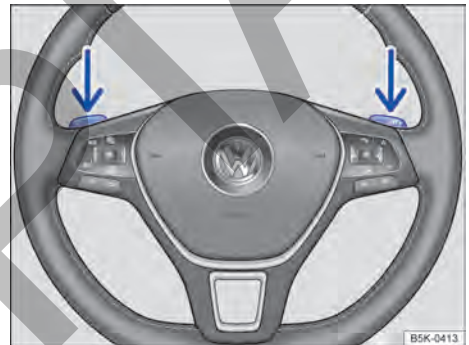

Fig. 96 Volante con selectores basculantes de Tiptronic.
- Presione la leva derecha → **fig. 96** hacia el volante para aumentar la marcha.